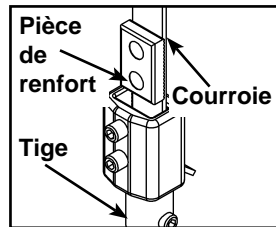
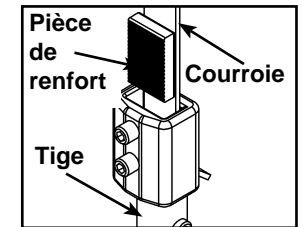

Figure 11A
Figure 11B
- D. Vérifiez si la courroie et la pièce de renfort sont installées correctement, tel qu'illustré à la figure 11A. **REMARQUE :** N'installez pas la pièce de renfort à l'envers, tel qu'illustré à la figure 11B.